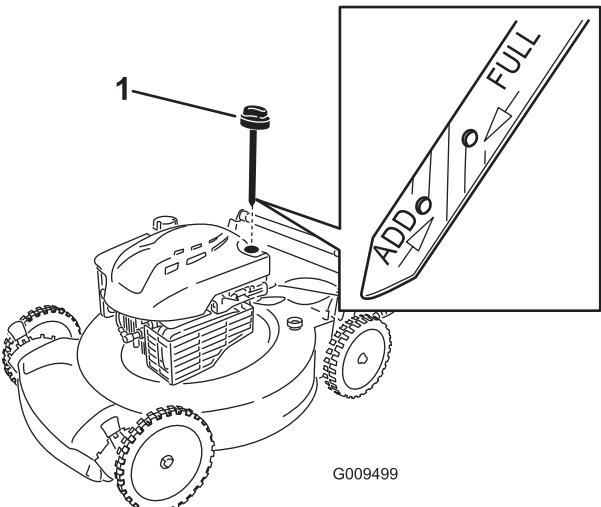

Figure 28
- Retirez la jauge de niveau du tube de remplissage (Figure 28).